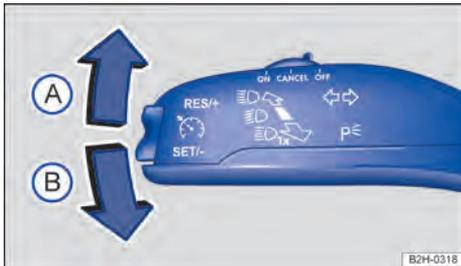

Fig. 70 En el lado izquierdo de la columna de dirección: palanca de las luces de giro y de la luz alta.
- Mueva la palanca de las luces de giro y de la luz alta desde la posición central hasta la posición deseada → **Fig. 70**: